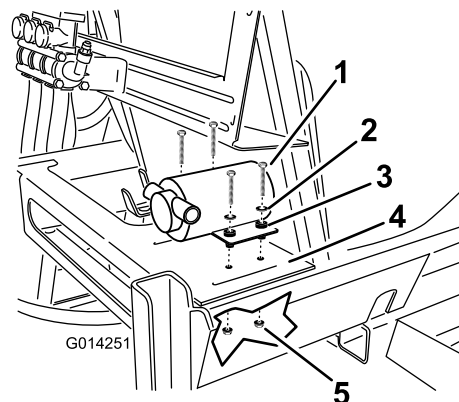

Bild 19
1. Befestigen Sie die Pumpe aus den lose mitgelieferten Teilen am Behälterrahmen an der Plattform hinten rechts vom Hauptbehälter (Bild 19).